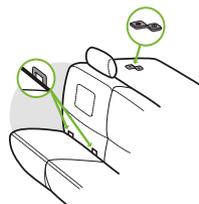

Figura 4
- LATCH son las siglas en inglés de Sujetadores inferiores y correas de sujeción para niños. Dicho término se refiere a los sujetadores integrados en el vehículo que sirven para instalar los sistemas de seguridad infantil y que constan de dos sujetadores inferiores que se encuentran en el pliegue entre el respaldo y el cojín del asiento del vehículo, y de un sujetador de correa superior situado detrás del asiento del vehículo, según se ilustra en la **Figura 4**.